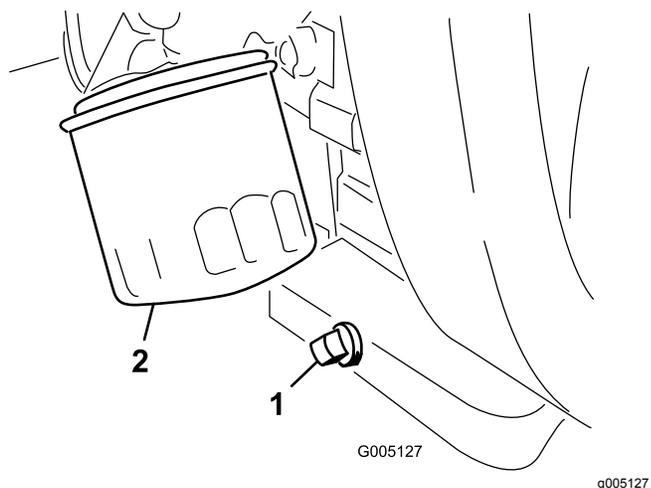

图29
1. 拆下排油塞图29让油流入放油盘。
2. 清洁排油塞的螺纹施用聚四氟乙烯密封材料然后安装排油塞图29。
3. 拆下机油滤芯图29。